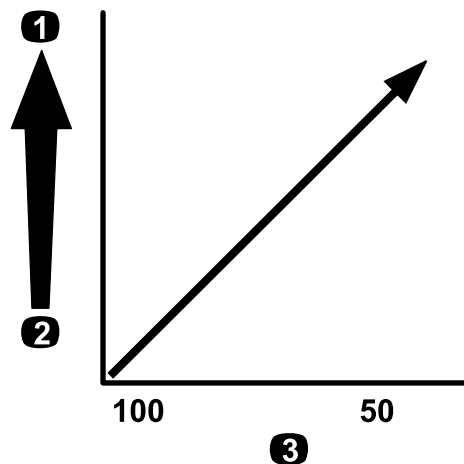

**Figura 17**
**Importante:** Cuando se fumiga con productos químicos de mayor viscosidad (más espesos) o soluciones de polvo humedecible, puede ser necesario utilizar una malla de filtro más gruesa para el filtro de punta opcional; consulte la Figura 17.